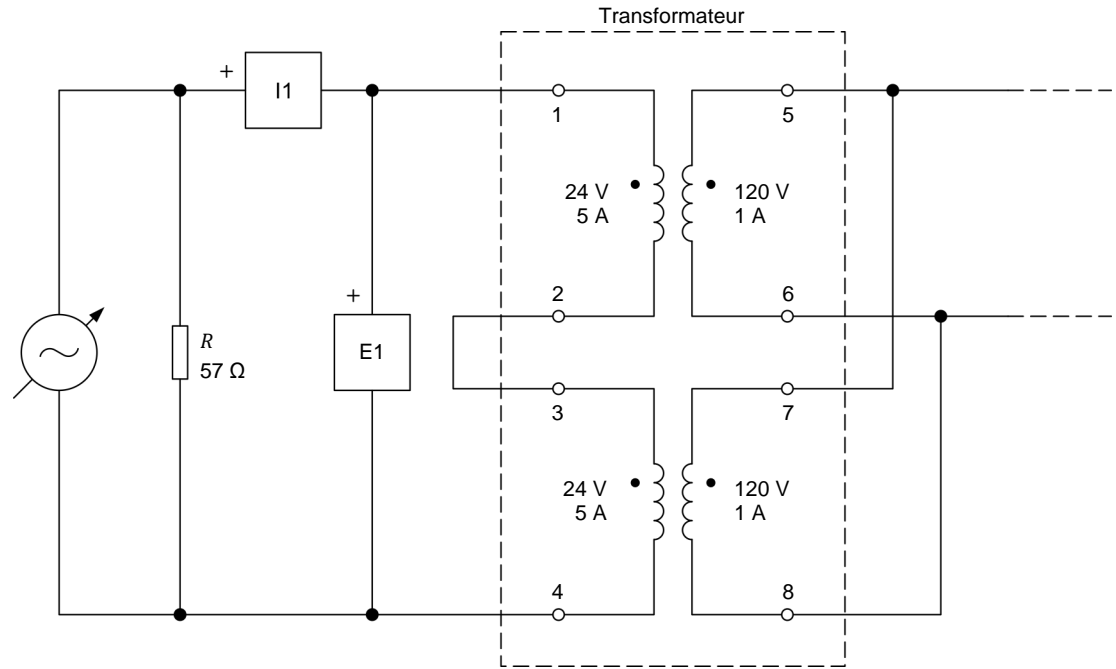

Figure 30. Transformateur élévateur fonctionnant sans charge.
10. Connectez l'équipement tel que montré dans la figure 30. Dans ce circuit, les deux enroulements primaires de 24 V du module **Transformateur** sont connectés en série pour former un enroulement primaire aux valeurs nominales de 48 V et 5 A. Aussi, les deux enroulements secondaires de 120 V sont connectés en parallèle pour former un enroulement secondaire aux valeurs nominales de 120 V et 2 A.
La charge résistive dans le circuit de la figure 30 est utilisée pour améliorer l'apparence des formes d'onde de tension. Puisque la charge résistive est connectée en parallèle avec la source d'alimentation ca, elle n'a pas d'effet sur les tensions mesurées.